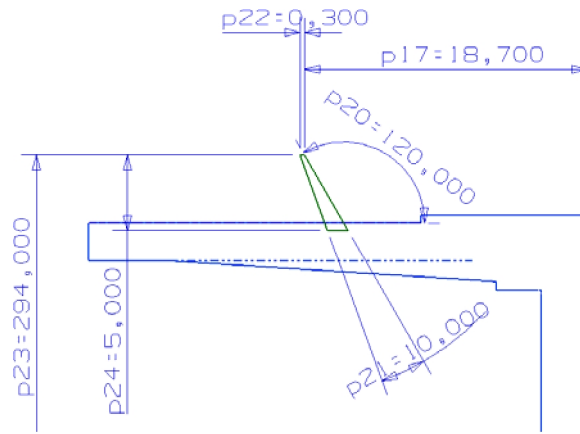
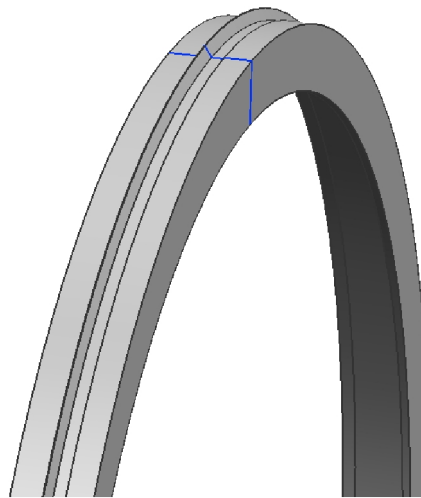

Рис. 101. Эскиз «зуба» лабиринта
Рис. 102. Тело вращения лабиринта с одним «зубом»
7. Создайте «зуб» лабиринтного уплотнения: создайте эскиз (**Insert** → **sketch**) в плоскости **XC-YC**. Постройте меридиональное сечение «зуба» (Рис. 101). Создайте тело вращения «зуба»: **Insert** → **Design Feature** → **Revolve...**, выберите в графической области меридиональное сечение «зуба», нажмите **OK**, задайте ось вращения **XC**, принимаем по умолчанию предлагаемый начальный угол 0 градусов и конечный угол 360. В **Boolean Operation** выберите кнопку **Unite**. Текущее состояние модели показано на Рис. 102.